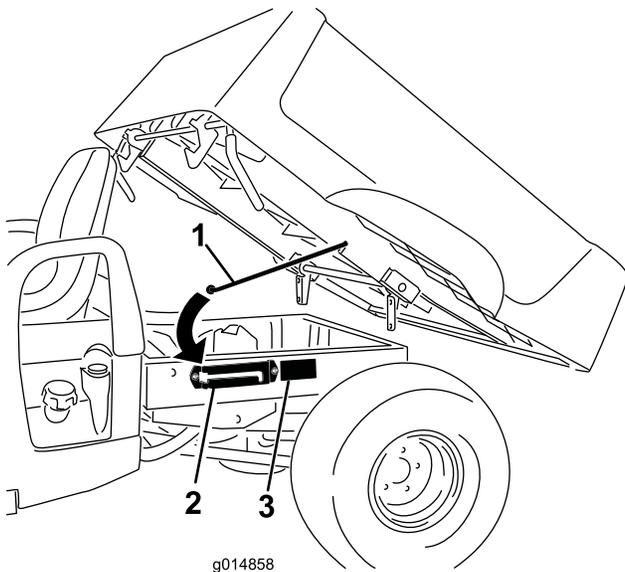

Figura 7
5. Inserite la parte terminale dell'asta di supporto sulla parte anteriore della relativa staffa (Figura 7).
7. Installate l'adesivo 99-7345 in posizione come mostrato in Figura 7.